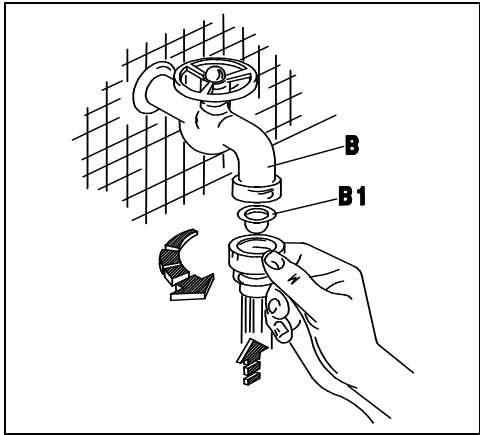
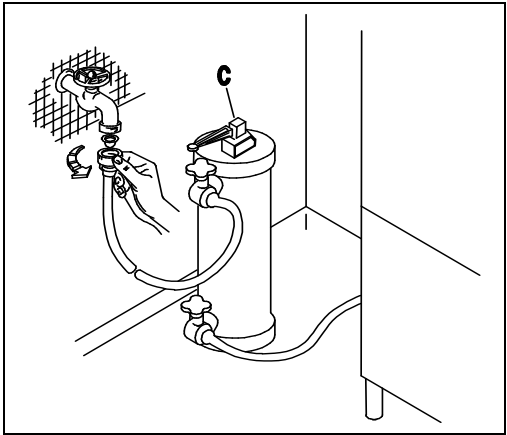

Fig. 2-2
Fig. 2-3
- L'apparecchio è previsto per l'allacciamento all'acqua fredda o calda (max 50÷55°C), con una pressione a valvola aperta come indicato nella Tab. 2-1. In caso di pressione superiore alla massima consigliata, bisogna installare un riduttore di pressione. In caso di pressione inferiore alla minima consigliata, bisogna installare una pompa di aumento pressione di max 0.5 Hp, con una portata di 20 L/min ed una prevalenza di 15÷20 mt. Il controllo della pressione deve essere effettuato all'ingresso dell'elettrovalvola (ved. fig.2-4). La condotta dell'acqua deve avere un diametro interno di almeno 16/18 mm (ved.fig.2-5). Collegare il tubo di carico acqua dell'apparecchio ad un rubinetto d'intercettazione (B), posto preferibilmente nelle immediate vicinanze dell'apparecchio, interponendo l'apposito filtro in dotazione (B1) (ved. fig.2-2). Si consiglia l'installazione di un decalcificatore (C) (non in dotazione), montato a monte dell'elettrovalvola della macchina (ved. fig.2-3).
- The appliance is designed for connection to the cold or hot water supply (max. 50÷55°C) at a mains pressure with the valve open as shown in Table 2-1 and a minimum output of 10 litres/min. If pressure exceeds the maximum, fit a pressure reducer. If pressure is lower than the minimum, fit a pressure booster pump of max. 0.5 HP, with an output of 20 litres/min. and a head of 15÷20 metres. Pressure must be measured at the solenoid valve inlet (see fig. 2-4). The water pipes must have an internal diameter of at least 16/18 mm (see fig. 2-5). Connect the appliance water supply pipe to a cut-out tap (B), preferably placed close to the appliance, fitting the special filter provided (B1) (see fig. 2-2). We recommend fitting a water softener (C) (not provided) upstream from the machine solenoid valve (see fig. 2-3).
- Das Gerät ist für den Anschluss an Warm-und Kaltwasser (max. 50÷55°C) vorgesehen, wobei der Druck bei offenem Ventil dem in Tab. 2-1. Bei höherem Druck als dem empfohlenen einen Druckminderer installieren. Bei niedrigeren Druck als empfohlen eine Druckerhöhungspumpe mit max. 0,5 PS, einer Förderleistung von 20l/min und einer Förderhöhe von 15-20m installieren. Die Druckkontrolle muss am Eingang des Elektroventils erfolgen (siehe Bild 2-4). Die Wasserleitung muss einen Innendurchmesser von mindestens 16/18 mm aufweisen (siehe Bild 2-5). Den Zulaufschlauch des Gerätes an einen möglichst nahegelegenen Wasserhahn (B) anschliessen und den vorgesehenen Filter (B1) anbringen (siehe Bild 2-2). Der Einbau eines Etkalkers (C) wird empfohlen; dieser gehört nicht zur Ausstattung und muss vor dem Elektroventil der Maschine eingebaut werden. (siehe Bild 2-3).
- L'appareil peut être raccordé à l'eau froide ou chaude (50÷55°C max) à une pression, soupape ouverte, comme indiqué dans le tableau 2-1. Si la pression dépasse la pression maximum conseillée, il faut installer un réducteur de pression. Si la pression est inférieure à la pression minimum conseillée, il faut installer une pompe pour faire augmenter la pression de 0,5 Hp max., à un débit de 20 litres /min et à une hauteur d'élévation de 15-20 m. Le contrôle de la pression sera effectué à l'entrée de l'électrovanne (voir fig. 2-4). Les conduites d'eau auront un diamètre interne d'au moins 16/18 mm (voir fig. 2-5). Raccorder la conduite d'arrivée de l'eau de l'appareil à un robinet secondaire (B), installé si possible tout près de l'appareil, après avoir intercalé le filtre spécial fourni (B1) (voir fig. 2-2). Nous conseillons d'installer un adoucisseur (C) (non fourni) qui sera monté en amont de l'électrovanne de la machine (voir fig. 2-3).
- Este aparato se puede alimentar con agua caliente o fría (máx. 50÷55°C); la presión del agua con válvula abierta está indicada en la tabla 2-1. En caso de que la presión fuera superior a la máxima que se aconseja, instale un reductor de presión; si fuera demasiado baja, instale una bomba de aumento de presión de 0,5 Hp (máximo), con un caudal de 20 litros por minuto y una altura de elevación de 15 a 20 m. El control de la presión se debe efectuar en la entrada de la electroválvula (véase fig. 2-4). La tubería del agua debe tener un diámetro interior de 16-18 m. por lo menos (véase fig. 2-5). Conecte el tubo de alimentación del agua del aparato a un grifo de paso (B), que irá montado preferentemente muy cerca del aparato, tras interponer el filtro (B1) del equipamiento base (véase fig. 2-2). Es aconsejable instalar un descalcificador (C) (que no forma parte del equipamiento base). El descalcificador irá montado antes de la electroválvula de la máquina (véase fig. 2-3).